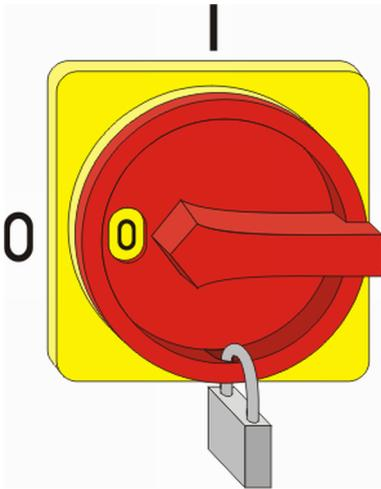

Abb. 3: Hauptschalter sichern
3. ➤ Den Hauptschalter mit einem Schloss sichern (Abb. 3).